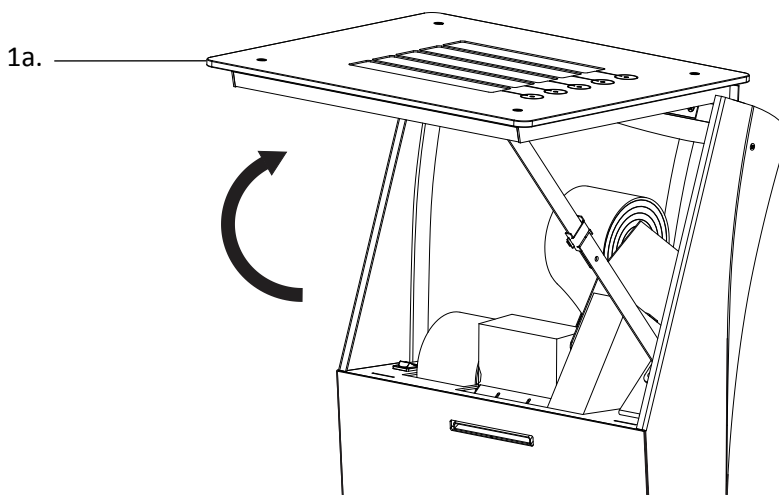

Figura 7: Abertura da tampa frontal.
Passo 3: Abrir a tampa frontal (1a), retirar o material de preenchimento que protege a impressora e a bobina e abaixar a tampa (Figura 7).